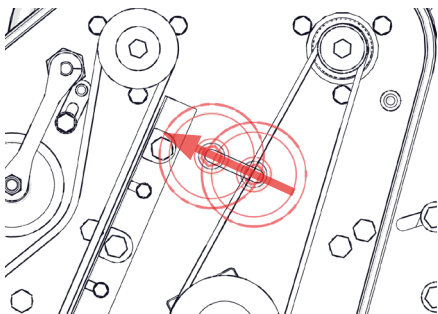

Fig. 14G - Aflojar la polea tensora
- i. Si solo va a volver a tensar la correa, avance hasta el paso iii. Afloje la polea tensora [con la llave fija de 9/16"]. (Fig. 14G).